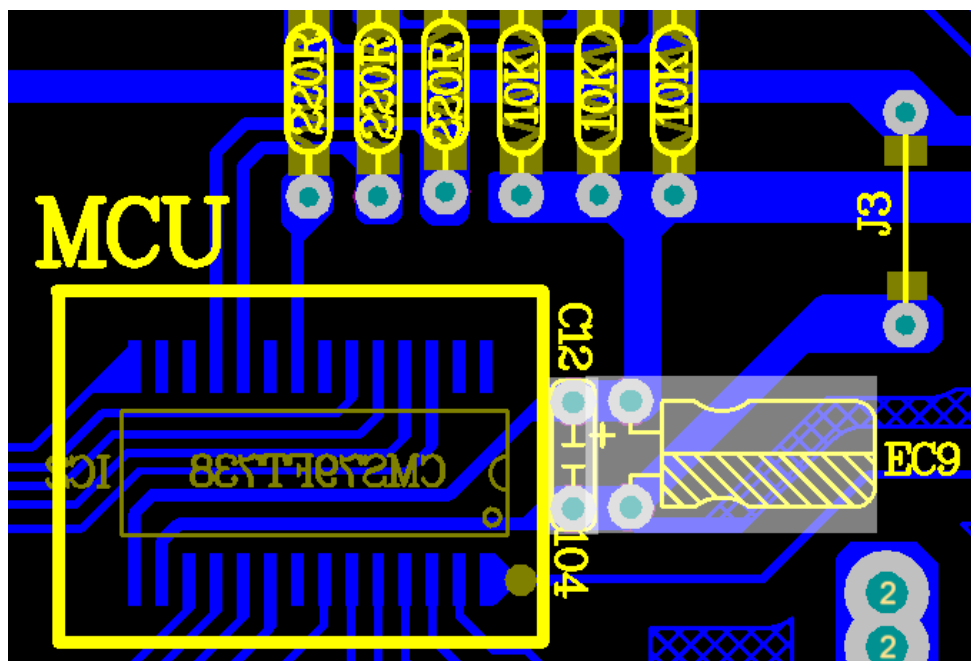

图 4
2) MCU 的滤波电容一定要紧靠着 MCU，不能远离 MCU。如图 4 所示：